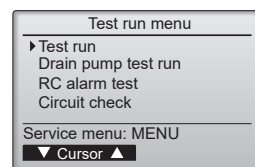

Fig. 7-4
- (4) Sélectionnez "Test run" (Test fonctions) à l'aide du bouton [F1] ou [F2] puis appuyez sur le bouton [SELECT/HOLD] (SÉLECTION/EN ATTENTE). (Fig. 7-4)